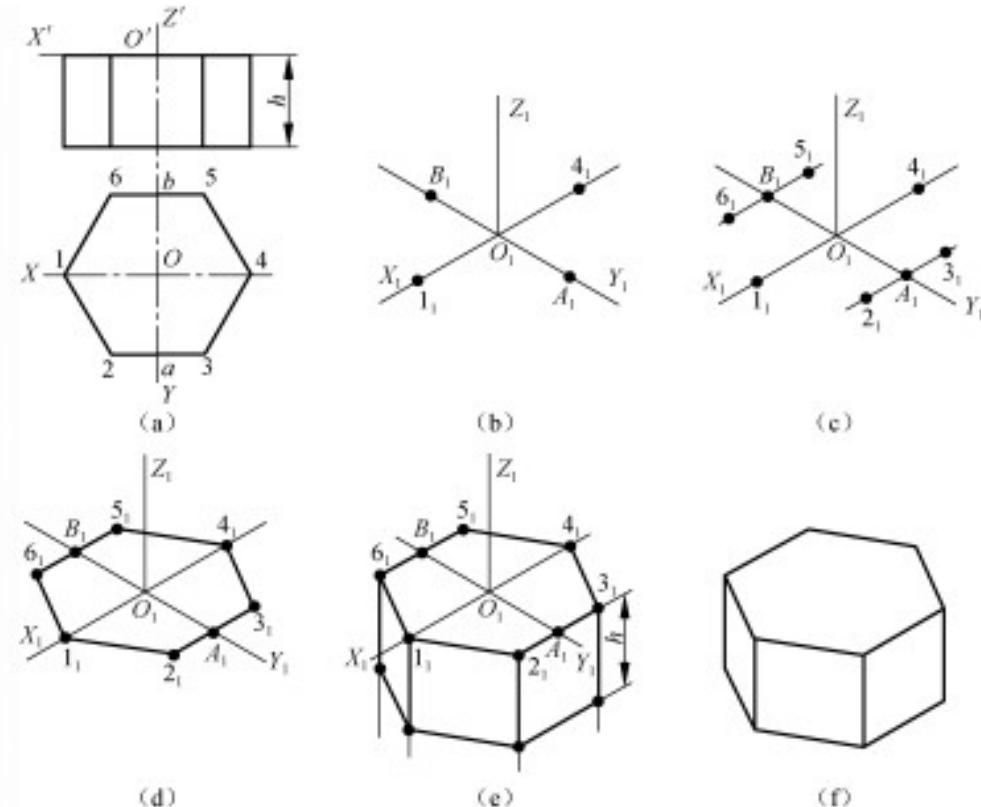

图 4-61 正六棱柱的正等轴测图画法
- (1) 分析物体的形状，确定坐标原点和作图顺序；
- (2) 画轴测轴，如图4-61 (b) 所示；
- (3) 用坐标定点法作图。